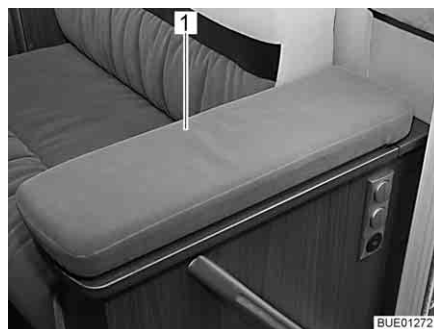
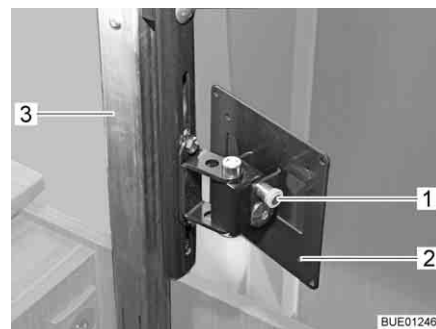

Fig. 69 Compartiment télévision
Fig. 70 Mécanisme de réglage de hauteur
- Presser légèrement sur le milieu du couvercle (Fig. 69,1) du compartiment télévision. La colonne d'extraction (Fig. 70,3) se déverrouille et monte.
- Tirer sur le bouton de déverrouillage (Fig. 70,1) et faire pivoter le support (Fig. 70,2) avec l'écran plat dans la position souhaitée.
- Faire retourner l'écran plat dans sa position initiale jusqu'à ce que le support (Fig. 70,2) s'enclenche dans le verrouillage.
- Presser le couvercle (Fig. 69,1) en son milieu contre la résistance de la colonne d'extraction (Fig. 70,3) jusqu'à ce que le verrouillage s'enclenche.